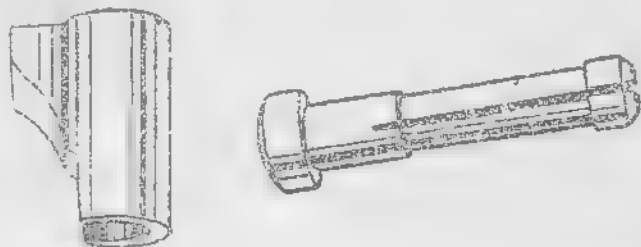

Рис. 57. Защелка магазина.
98. **Защелка магазина** (рис. 57) служит для удержания магазина в рукоятке рамки. Она состоит из основания, разрезной чеки и пружины.